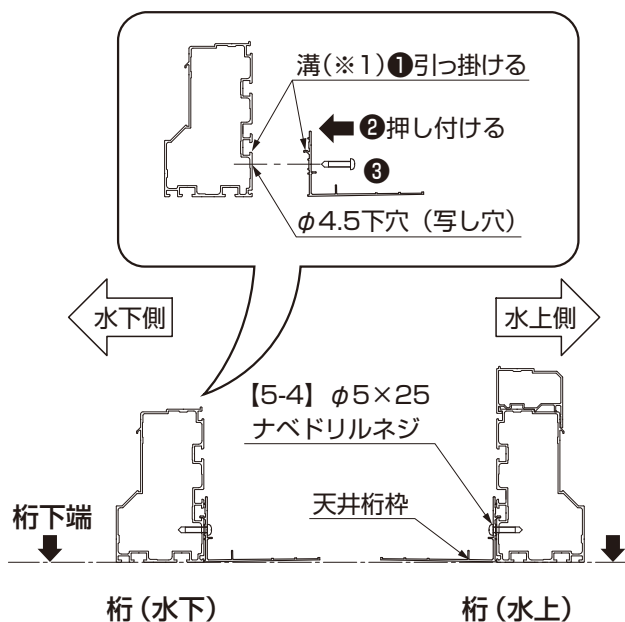

図6-9 スタイルコートの場合
- スタイルコートの場合は、天井桁枠を、「①桁に引っ掛ける、②桁に押し付ける、③【5-4】で取付ける」の手順で取付けてください。(図6-9参照)